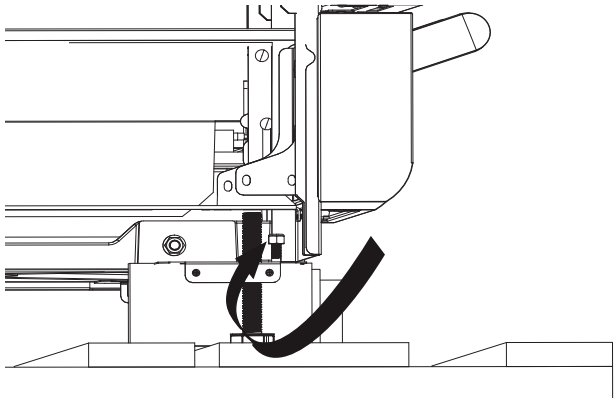

Figura 8: Quite la tuerca del cajón calentador situada en la plataforma de expedición
- Modelos PRDS48JDSGU/C: Para tener acceso a los pernos de la plataforma de expedición situados debajo del cajón calentador, alcance la tuerca detrás y sobre la estructura del aparato y sujétela con una llave de ½ pulg. (vea la Figura 8). Use otra llave para aflojar la tuerca situada abajo. NO quite el cajón calentador.